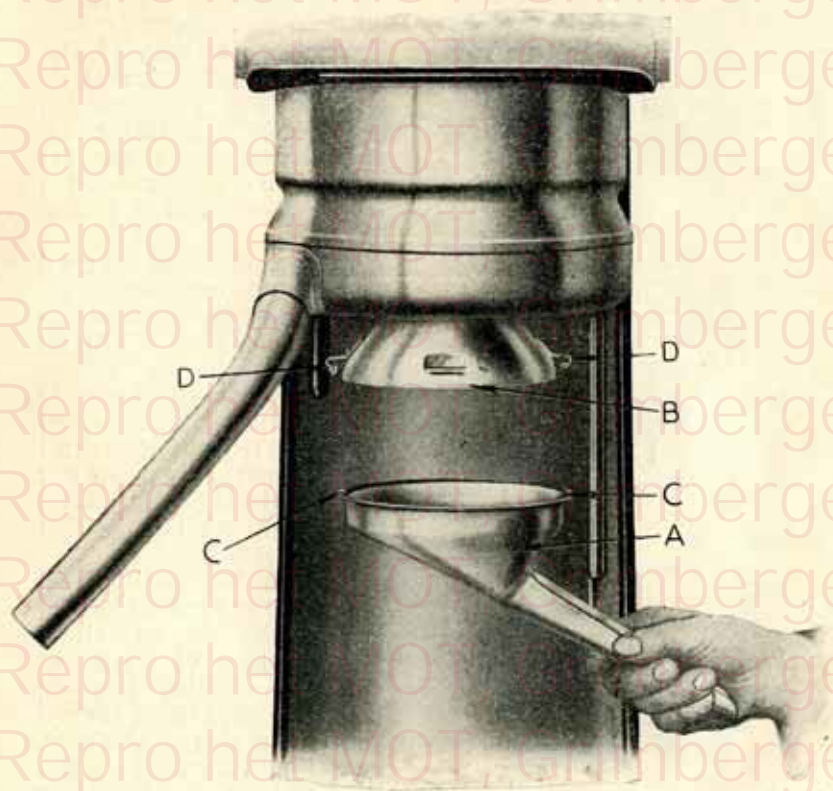

Fig. 4
Men houdt de roomkamer A zooals aangeduid fig. 4 met de hand rustende tegen het voetstuk van den ontroofter en zet ze aan het deel B zoo dat de twee kerven C zich in de grijpstukken
B) Eer men den bol in den ring plaatst draait men hem opnieuw om (dus met den hangpijler omhoog) en plaatst het onderste gedeelte van den bol in den ring zoo dat de twee pinnen (fig. 4 -letter b) van den ring in de boringen in de onderste helft van den bol (fig. 9 -letter c) indringen. De ontroomde melk in den bol loopt uit in de melkkom (fig. 5 -letter d) die aan den ring hangt.